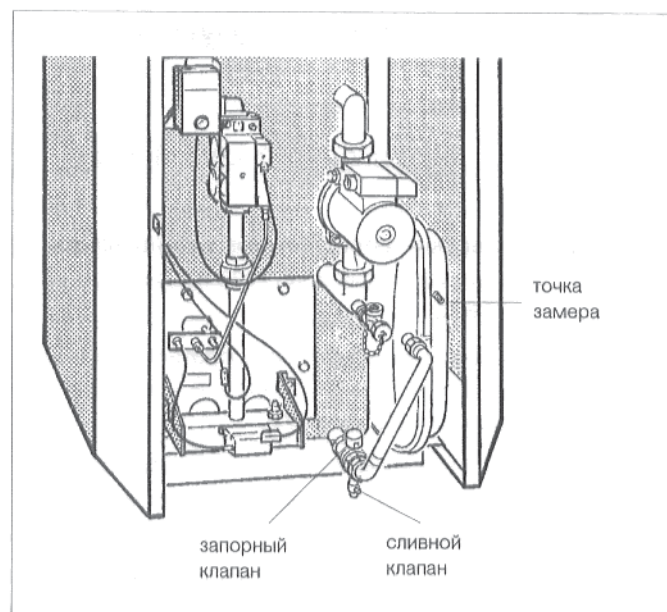

Рис. 47: компенсационный бак; начиная с типоразмера 20-4 на задней стенке котла!
- Снять запорный колпачок с места замера (рис. 47), кратковременно открыть клапан азота. Если выступает вода, то мембрана дефектная. Необходимо произвести замену мембраны или компенсационного бака.
- Снять красный колпачок и закрыть запорный клапан (рис. 47).
- Слить, через сливной клапан, остаточную воду из компенсационного бака (рис. 47).
- Снять запорный колпачок с места замера (рис. 47), измерить давление и произвести коррекцию, если давление не соответствует необходимому для установки предварительному давлению (давление установки минус 0,2 бар, в холодном состоянии).